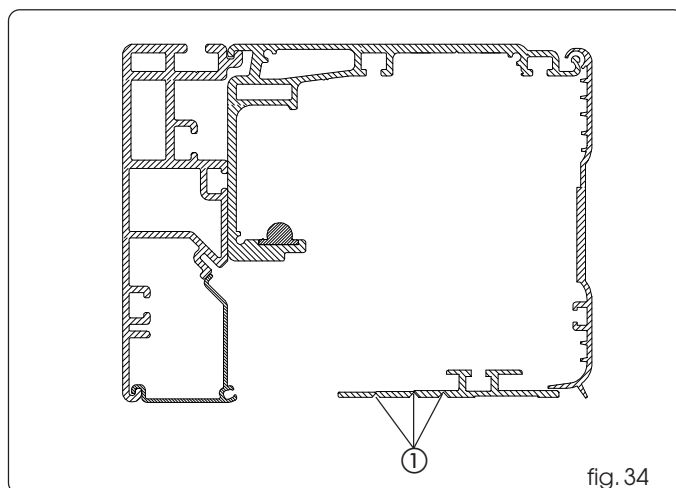

fig. 34
El perfil del cárter inferior está precortado para poder adaptarlo a los diferentes espesores de la hoja, elimine el material sobrante rompiendo en los puntos indicados en la fig. 34 ref. ①.